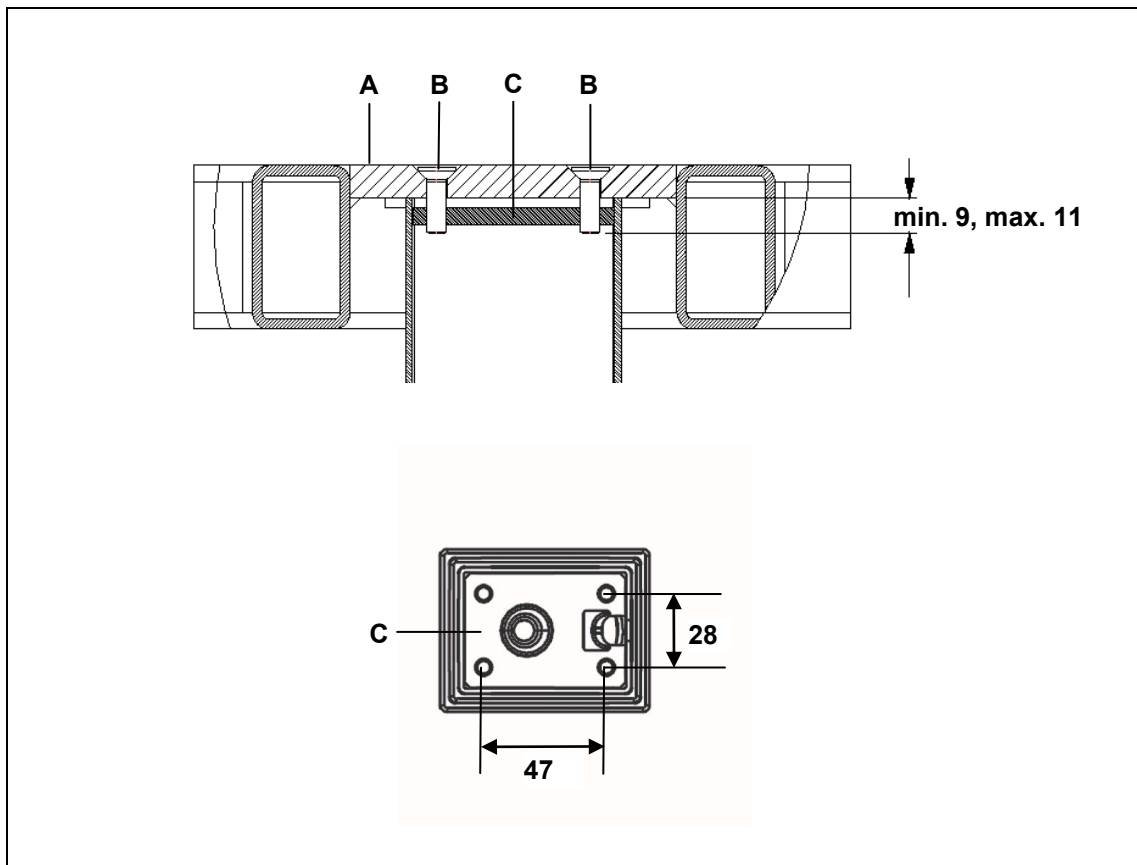
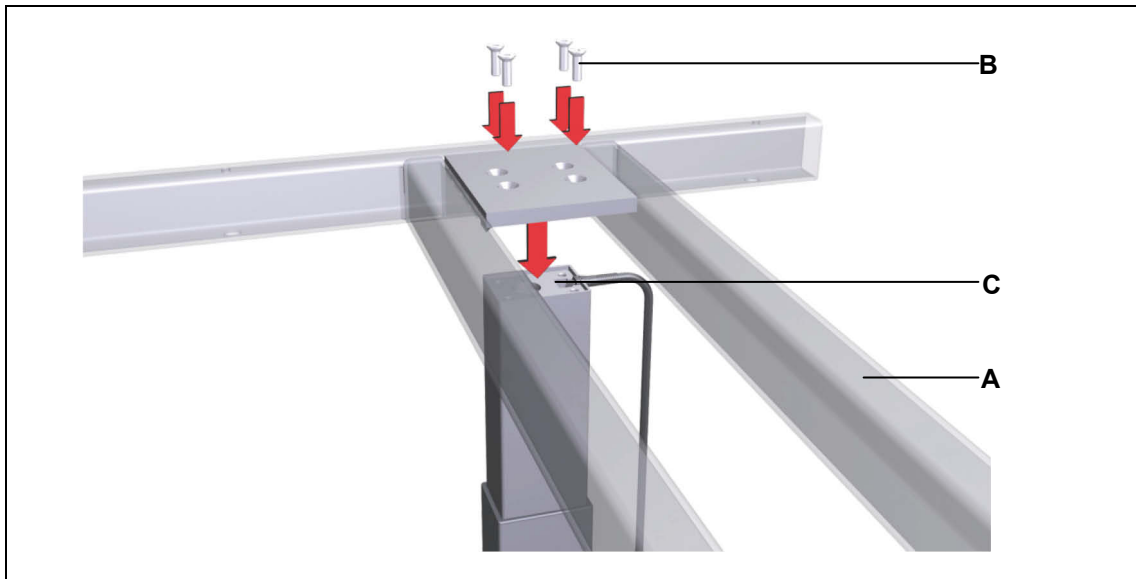

Abbildung 8 Montage Tischrahmen (Angaben in mm)
Abbildung 9 Montage Tischplatte
- ▶ Verwenden Sie Schrauben M6 (Festigkeitsklasse 8.8) geeigneter Länge, so dass die Einschraubtiefe mindestens 9 mm und maximal 11 mm beträgt, wie in Abbildung 8 gezeigt (Schraubentiefe = Stärke der Montageplatte + min. 9 bis max. 11 mm). Das Anzugsdrehmoment darf maximal 10 Nm betragen.
- 1 Legen Sie den Tischrahmen mit den Bohrungen über die Hubsäule und verschrauben Sie den Tischrahmen mit vier Schrauben an das Kopfende der Hubsäule ID21, wie in Abbildung 9 gezeigt (maximales Anzugsdrehmoment 10 Nm). Die Montage Maße entnehmen Sie Abbildung 8.